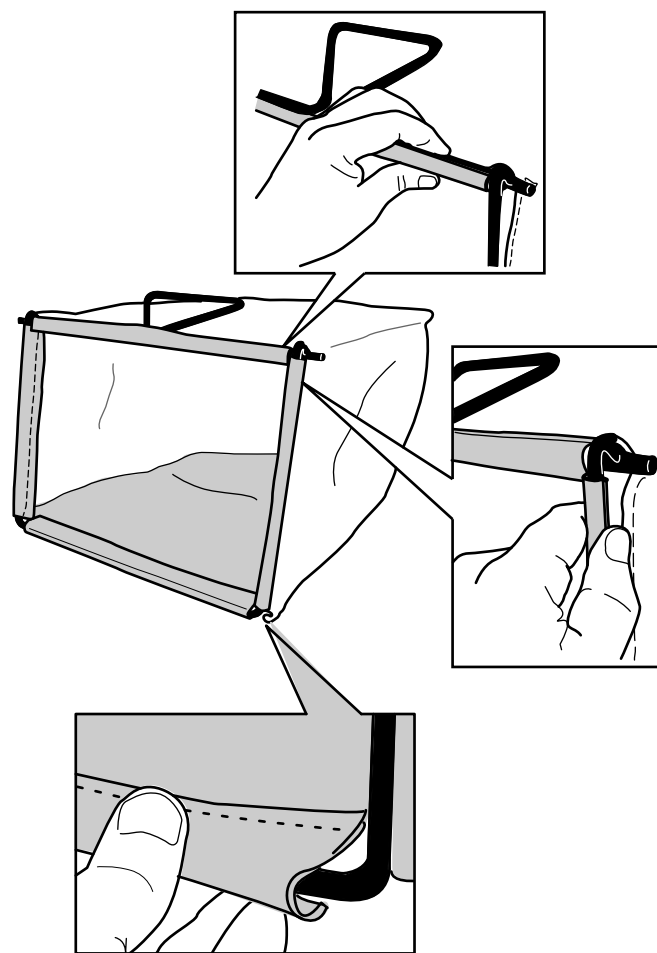

**Рисунок 8**
1. Установите травосборник на раму, как показано на Рисунок 8.
**Примечание:** Не надевайте травосборник на рукоятку (Рисунок 8).